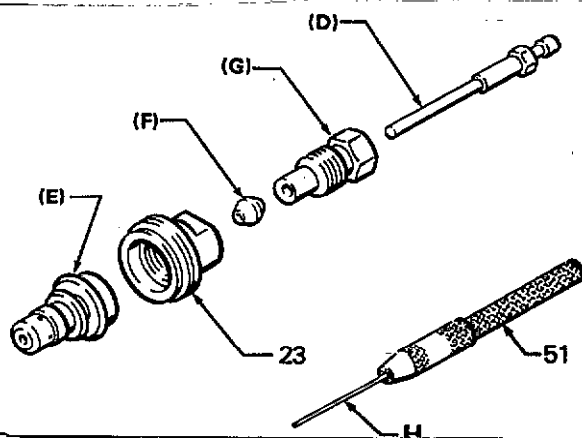

Fig 3
El conjunto aguja/boquilla comprende las piezas que se muestran en la fig. 3, a excepción del portaguías de limpieza (51) en el que se fija la aguja de limpieza (H) así como el tope de boquilla (23).